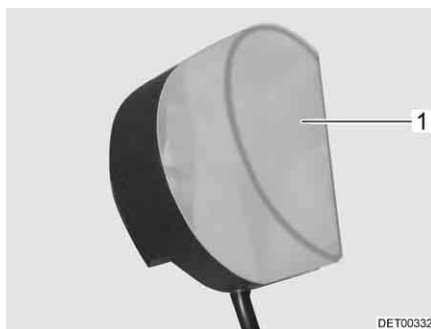

Fig. 190 Luci armadi guardaroba
- Comprimere leggermente e rimuovere la copertura della lampada (Fig. 190,1).